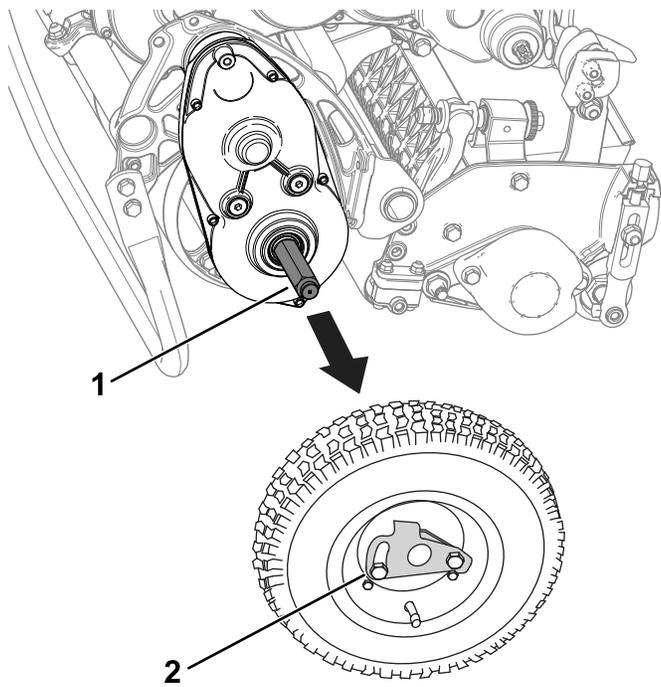

図 16
3. ホイールロッククリップを外して移動走行用タイヤをアクスルから外す 図 16。